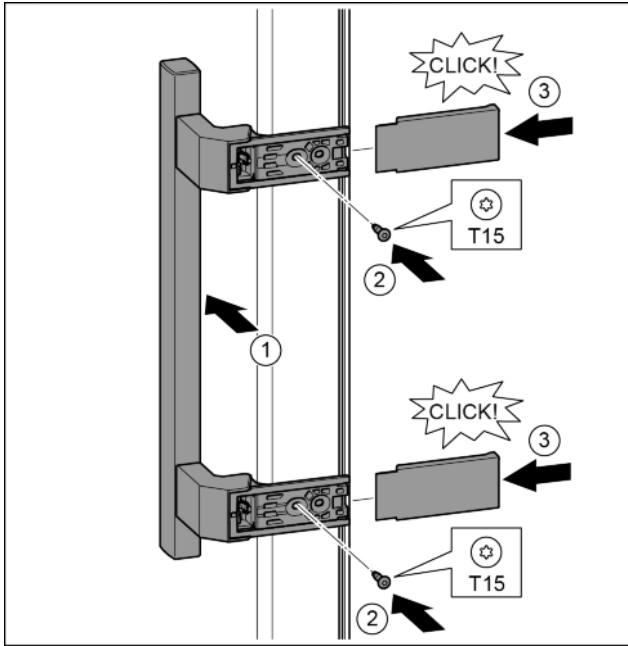

Fig. 39
- A fogantyút az ellenkező oldalon helyezze fel. Fig. 39 (1)
- Húzza meg a csavarokat a T15 csavarhúzóval. Fig. 39 (2)
- A fedelet helyezze fel oldalra és tolja fel. Fig. 39 (3)